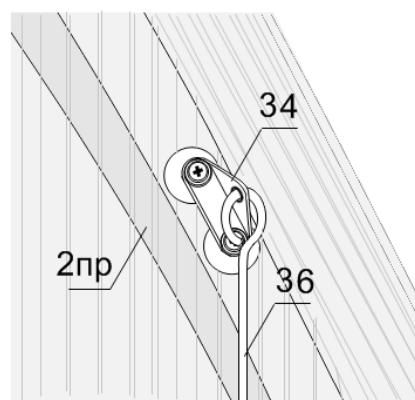

Рис. 19
3.6.3. В уголок № 34 на дуге №2 установите крючок № 36 (рис. 19).